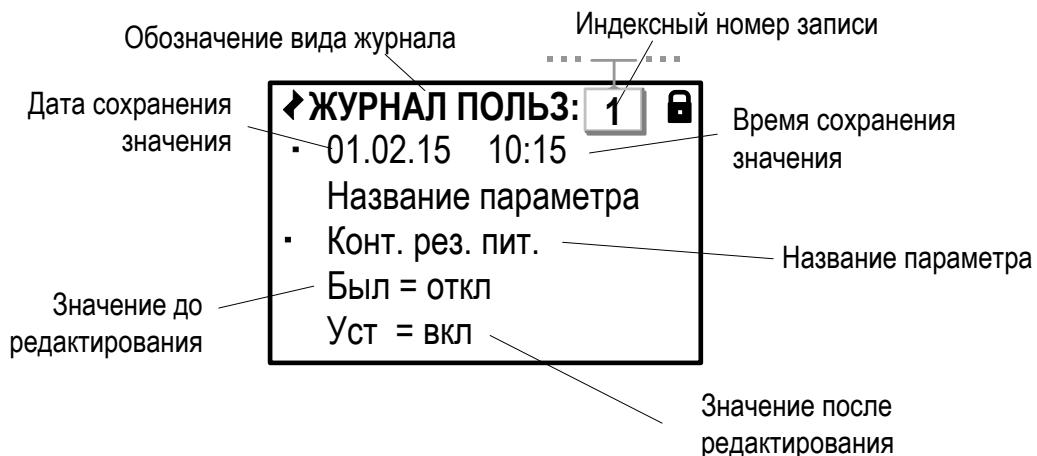

Рис.48. Вид окна индикации «Журнала пользователя».
8.3.7. Действия пользователя при выполнении настроек в ТВ фиксируются в **Журнале пользователя** (рис.48).